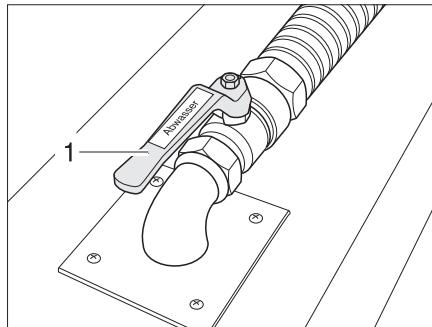

Fig. 252 Robinet d'évacuation des eaux usées
Le robinet d'évacuation des eaux usées (Fig. 252,2) est monté dans le double plancher. Le robinet d'évacuation est noir et identifié par le marquage "Abwasser" ("Eaux usées").
- Ouvrir le robinet d'évacuation des eaux usées (Fig. 252,1). Les eaux usées s'écoulent.